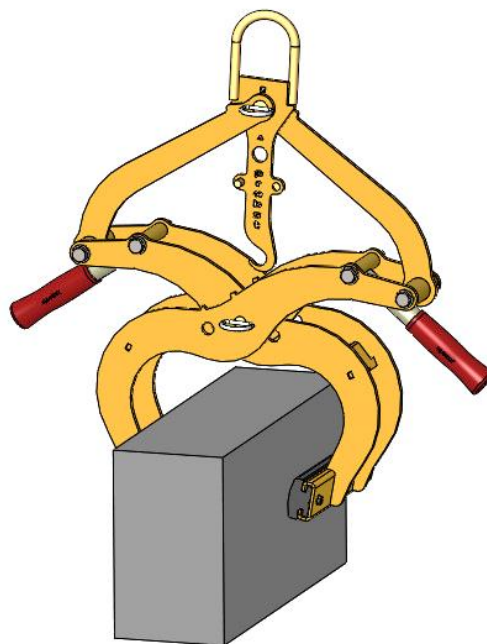

Fig.3
- For dette gripeområdet må trekanten ▲ på gripearmerne (i midten av enheten) være **sammenfallende** (fig. 2), og trekanten ▲ på låsekroken (2) må være plassert over låsepinnen med låsepinne (7) (fig. 3).
- For å justere gripeområdet fjerner du hylsebolten med låsepinne (6) eller hylsebolten med låsepinne (7).
- Når gripeområdet er stilt inn, må enheten sikres igjen ved hjelp av låsepinnen med låsepinne (7) eller sikkerhetspinne (6).
- For dette gripeområdet må de firkantede ■ markeringene på gripearmerne (i midten av enheten) være **sammenfallende** (fig. 2), og den firkantede ■ markeringen på låsekroken (2) må være plassert over låsepinnen med låsesplint (7) (fig. 3).
- For å justere gripeområdet fjerner du sikkerhetsbolten (6) og bolten med låsesplint (7).